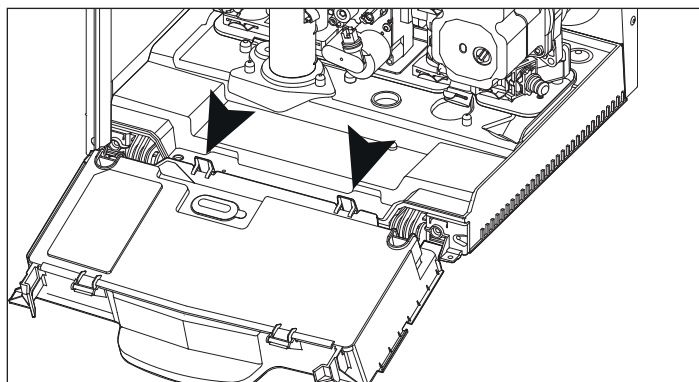

Figure 66 - Raccordements 120 V pour les circulateurs d'ECS et de chauffage central
5. Retirez les deux attaches, voir la figure 66.